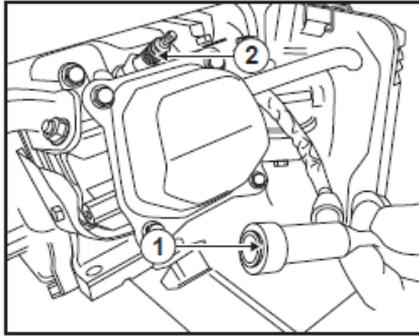

Рис.11
- Зніміть ковпачок свічки запалювання (1) та викрутіть свічку запалювання (2) свічковим ключем, що входить до комплектації (Рис. 11);